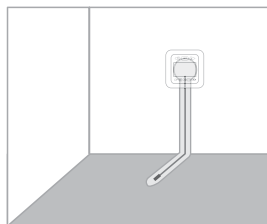

Рис.7
3. Установите гофрированную трубку с датчиком температуры (рис. 7).